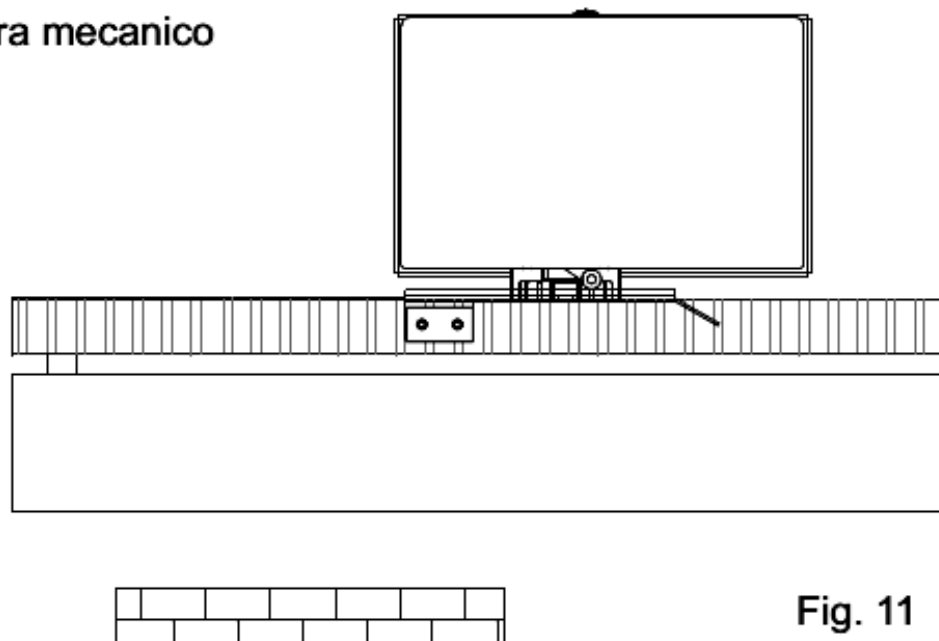
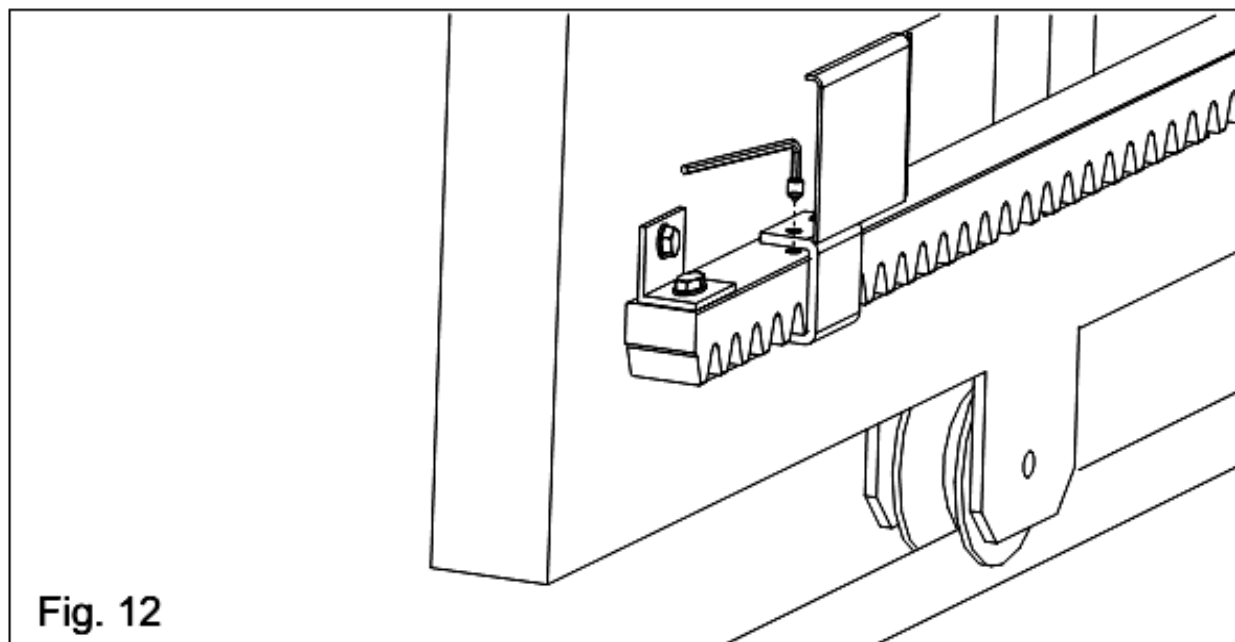

Fig. 11
Fig. 12
- Posicionar el tope sobre la cremallera de modo que se accione la manecilla del final de carrera (Fig. 11) y fijarla con los tornillos correspondientes (Fig. 12).